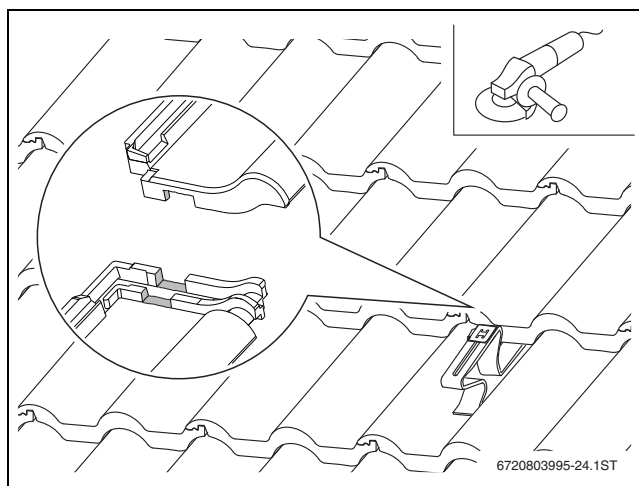

Bild 16 Dachziegel anpassen
- Auflagepunkte der Dachziegel im Bereich des Dachhakens vorsichtig entfernen (→ Bild 16).